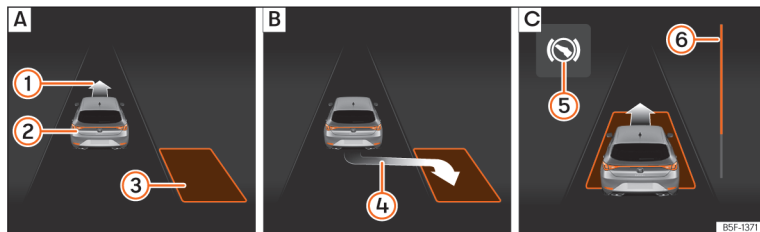
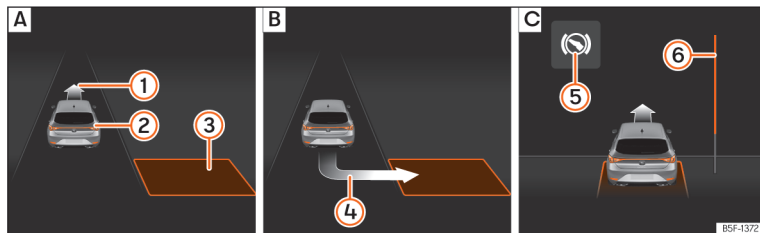

Abb. 199 Am Bildschirm des Kombi-Instruments: längs einparken. [A] Parklücke suchen. [B] Position zum Einparken. [C] Rangieren.
Abb. 200 Am Bildschirm des Kombi-Instruments: quer einparken. [A] Parklücke suchen. [B] Position zum Einparken. [C] Rangieren.
- Schauen Sie auf der Bildschirmanzeige im Kombi-Instrument, ob die Parklücke als „geeignet“ erkannt wurde und ob die korrekte Position zum Einparken » **Abb. 199** [B]
oder » **Abb. 200** [B] erreicht wurde. Die Parklücke wird als „geeignet“ betrachtet, wenn auf dem Bildschirm des Kombi-Instruments die Anzeige zum Einparken erscheint ④.
• Fahren Sie rückwärts, bis das Dauertonsignal des ParkPilot ertönt; **ODER:** fahren Sie zurück, bis auf dem Bildschirm des Kombi-Instruments die Anzeige für Vorwärtsfahren » » **Abb. 199 [C]** oder » » **Abb. 200 [C]** erscheint; **ODER:** fahren Sie zurück, bis am Bildschirm des Kombi-Instruments die Meldung **Park Assist beendet** erscheint. Die Fortschrittsanzeige **⑥** zeigt den zurückzulegenden Abstand an » » **Seite 304.**
Parklücke zentriert ist » » **Abb. 199 [C]** oder » » **Abb. 200 [C]**.
» » **Abb. 199 ⑥** und » » **Abb. 200 ⑥** im Display des Kombi-Instruments zeigt symbolisch die noch zu fahrende relative Fahrstrecke an. Je länger die Distanz ist, desto größer ist der Füllstand des Fortschrittsbalkens. Bei Vorwärtsfahrt nimmt die Füllung des Fortschrittsbalkens nach oben ab und bei Rückwärtsfahrt nimmt die Füllung des Fortschrittsbalkens nach unten ab.